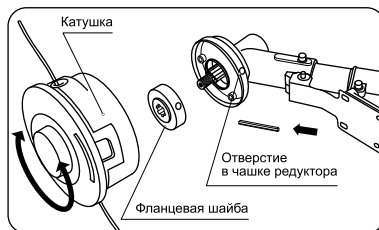

рис. 5
2. Удерживая стержень в отверстиях чашки редуктора и фланцевой шайбы, закрутите катушку с леской против часовой стрелки до упора (рис. 5).